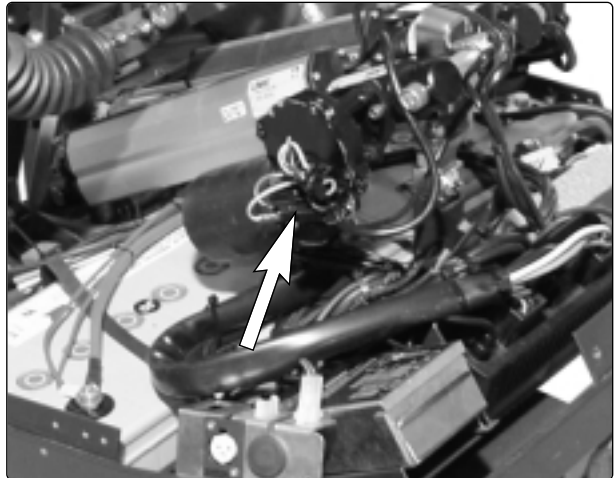

Abb. 31. Kabelanschlüsse Stellmotor
6. Lösen Sie die Kabelanschlüsse am Stellmotor, siehe Abb. 31. Merken Sie sich die Anordnung der Kabel für den späteren Einbau.